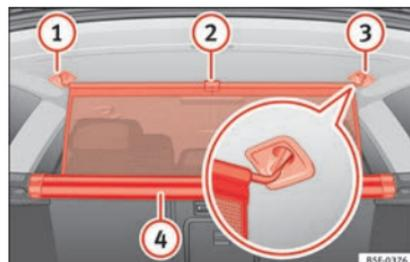

Fig. 167 Dans le coffre à bagages : attacher le filet de séparation.
- Tirez la languette »» fig. 167 ② vers le haut pour sortir le filet du boîtier ④. »»